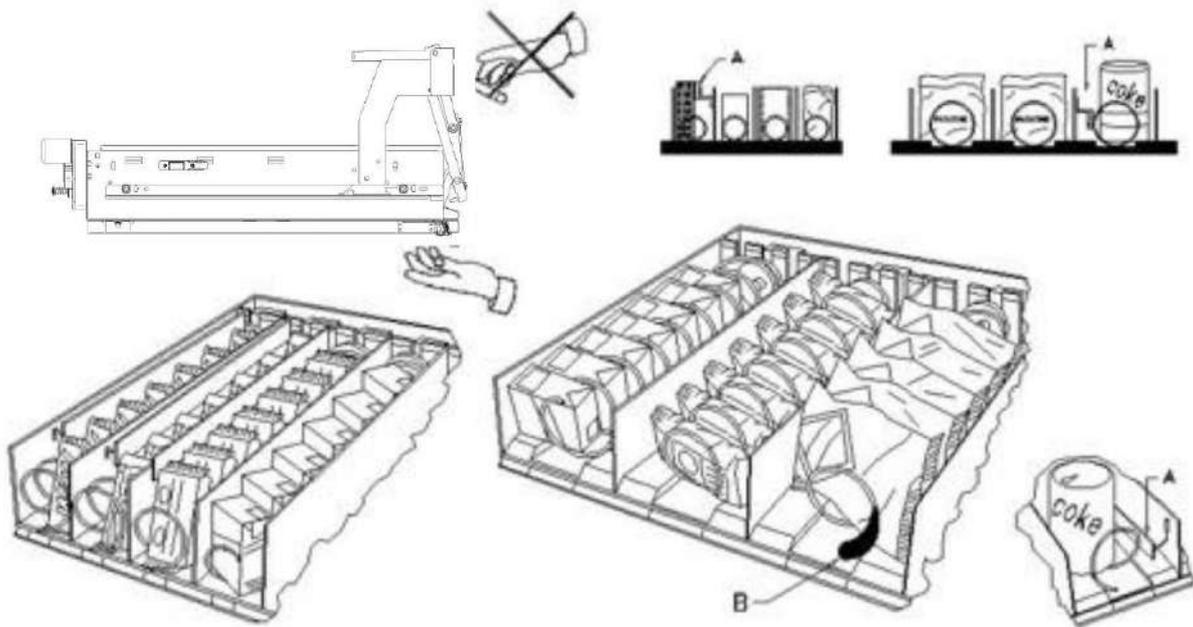

Abb. 3
8.2 TRENnwÄNDE FÜR PRODUKTE IN DEN SCHUBLADEN (Abb. 3)
8.3 AUSSTÖßER FÜR PRODUKTE (Abb. 3)